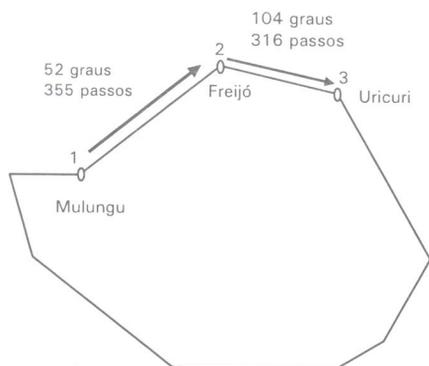

Fig. 7. Esquema de como é feito o mapeamento de uma área.
5. Repita este método até percorrer toda a área (Fig. 7).